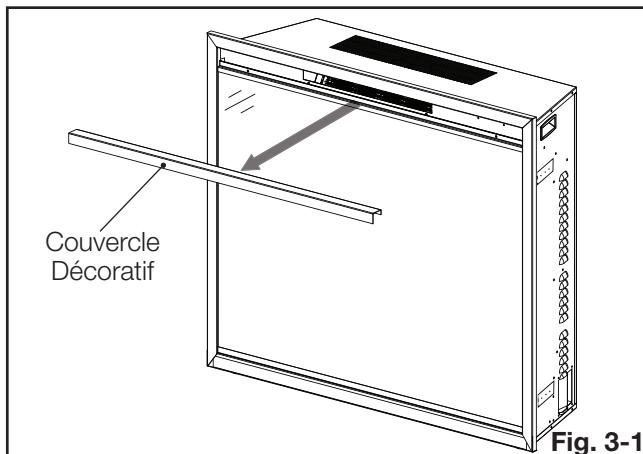

Fig. 3-1
1. Retirez le couvercle décoratif en avant qui est tenu en place avec 2 aimants (**Fig. 3-1**).